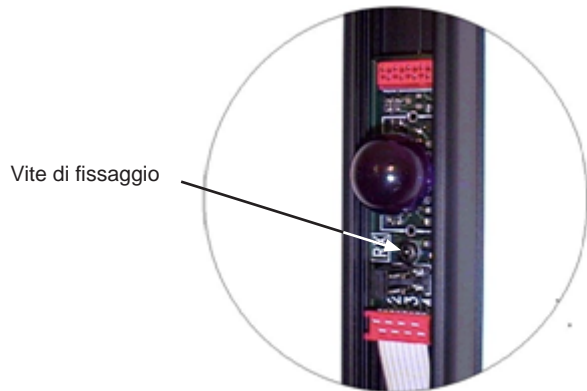

Fig. 1
- 4) posizionare le sonde IR Trasmettitore TX e Ricevitore RX all'interno dei profili nella posizione desiderata e fissarle con la vite autofilettante in dotazione (Fig. 1);